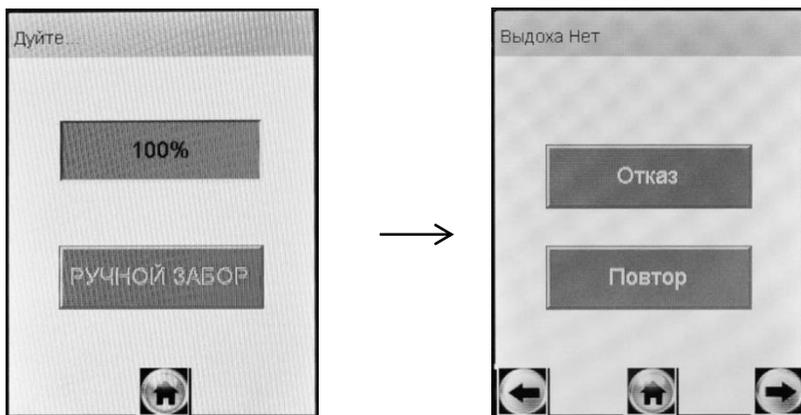

Рисунок 17 – Смена окон при отсутствии выдоха
2.7.19 Если при выполнении 2.7.10 настоящего РЭ выдох не был сделан своевременно, то окно готовности к отбору пробы «**Дуйте**» (рисунок 17, слева) через 30 секунд сменится окном «**Выдоха нет**» (рисунок 17, справа).